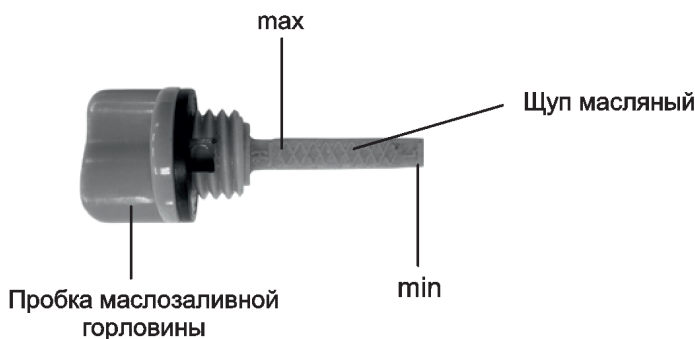

Рис. 6
3. Извлеките щуп и проверьте уровень масла. Он должен находиться между верхней и нижней отметкой контрольного щупа ближе к верхней отметке (max) (Рис. 6). В случае необходимости долейте свежее моторное масло